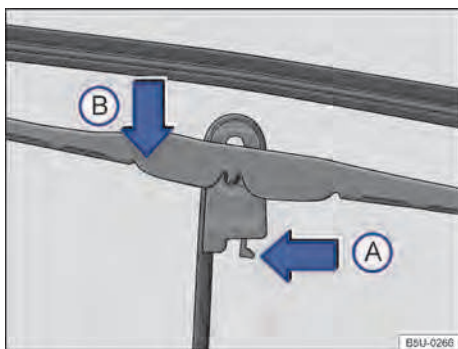

Fig. 131 Sustituir las escobillas limpiaparabrisas.
- Colocar la escobilla en posición perpendicular con respecto al brazo → fig. 131.
- Apretar el pestillo de seguridad en el sentido de la flecha (A).
- Desenganchar la escobilla en el sentido de la flecha (B), mover en el sentido opuesto al brazo del limpiaparabrisas y retirar en el sentido opuesto al de la flecha (B).